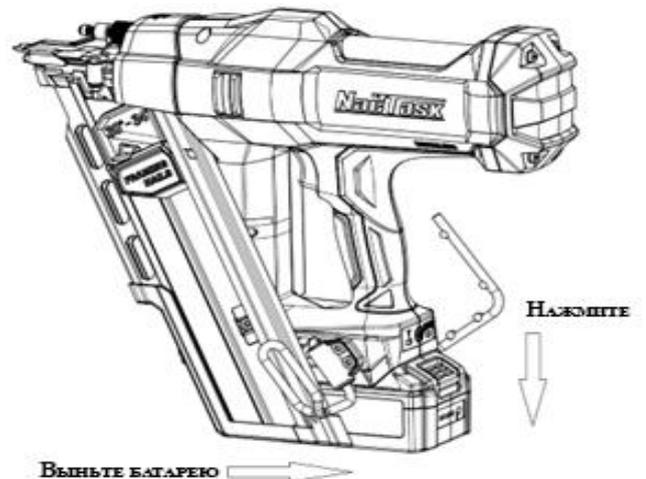

Рисунок 4
2. Чтобы извлечь аккумулятор, нажмите кнопку извлечения в направлении стрелки, а затем вытащите аккумулятор (см. рис. 4). Примечание: не извлекайте с чрезмерной силой.